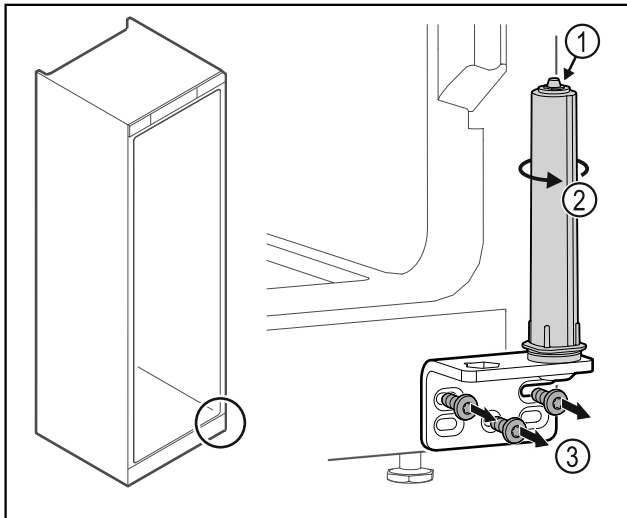

Fig. 31
- ▶ Du må ikke adskille dørlukkesystemet Fig. 31 (1).
- ▶ Drej lukkesystemet Fig. 31 (2), indtil det klikker.
- ▶ Skru hængselvinklen Fig. 31 (3) af.